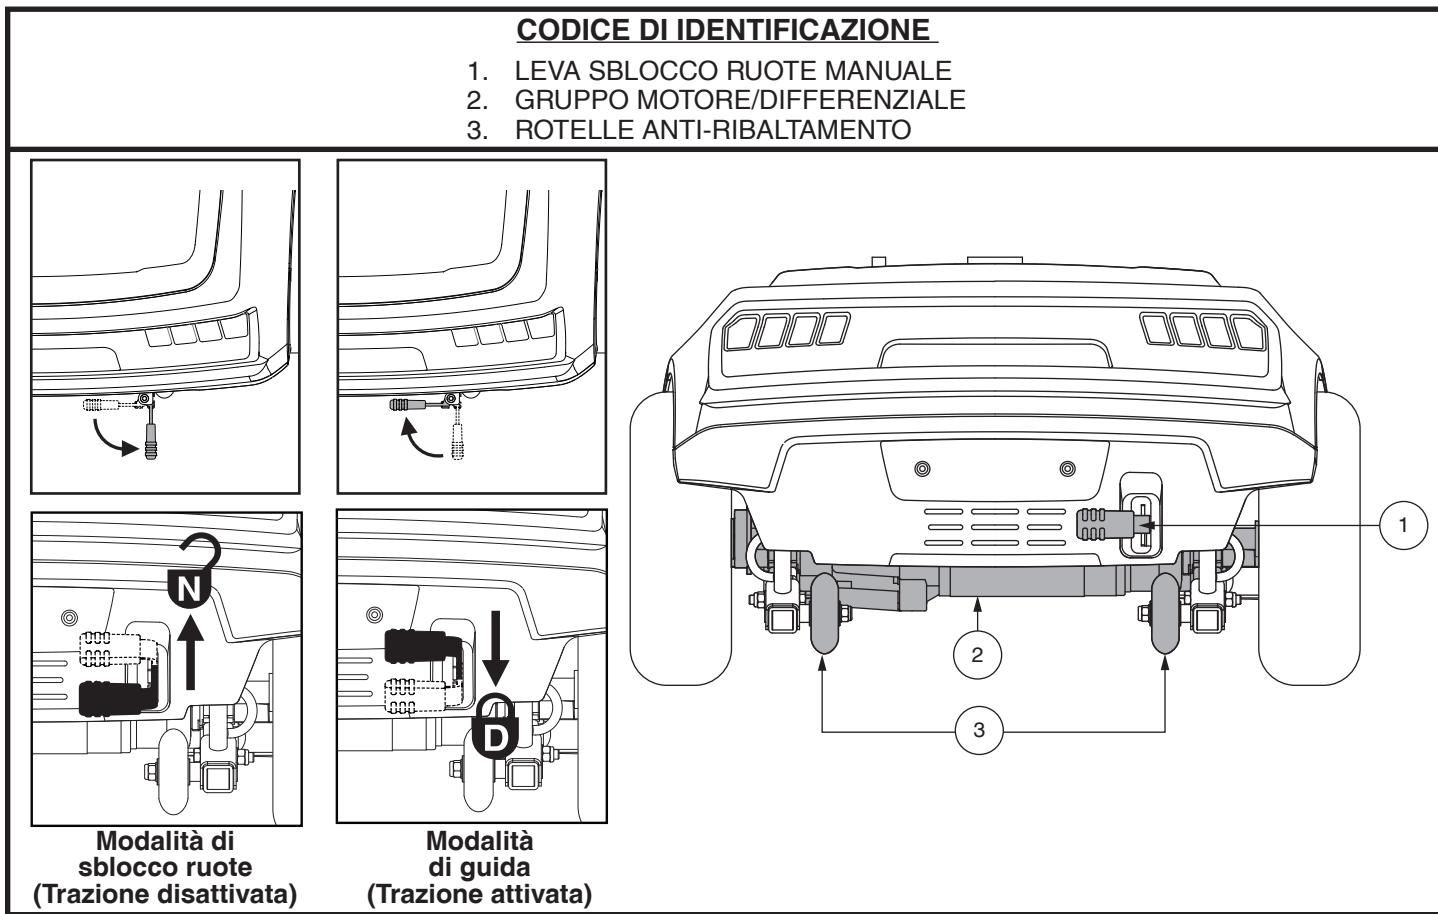

Figura 2. Sezione posteriore
2. Capovolgere ed estendere la leva di sblocco ruote allontanandola dallo scooter. Vedere le figura 2.